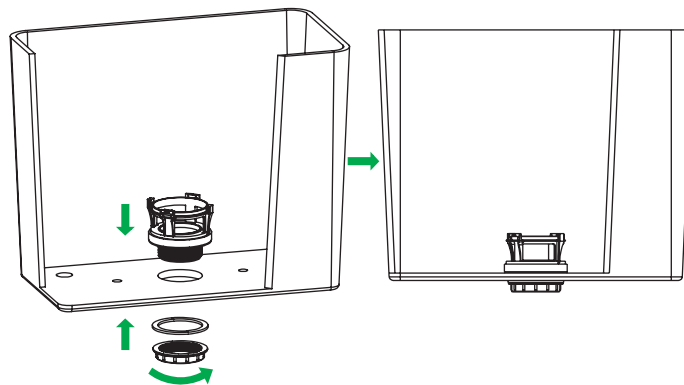

Рис. 7 / 7-сур.
2. Установите седло клапана в днище бачка (рис. 7).